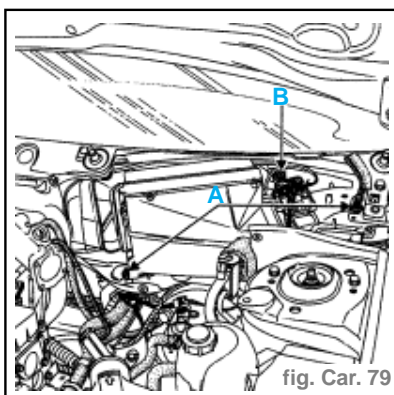

fig. Car. 79
- Déposer les fixations du boîtier climatisation, deux vis (A) et un écrou (B). (fig. Car. 79)